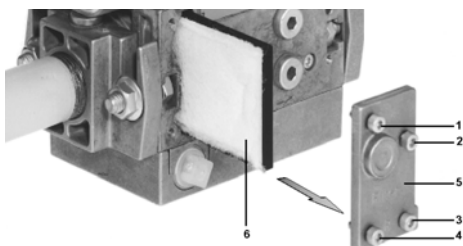

Fig. 18
- 2 Dévissez les vis 1 ÷ 4 à l'aide d'une clé hexagonale 3 et enlevez le couvercle du filtre 5 de la Fig. 18.